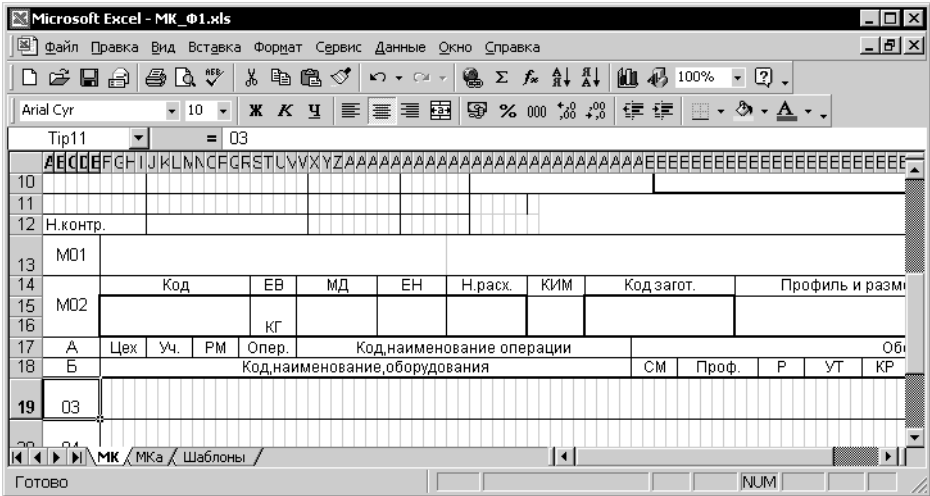

Рис. 3.62. Диапазон «Tip11»
- 3.7. Каждому полю, содержащему номер перехода, присвойте имя диапазона «Tip11» (рис. 3.62), «Tip12», «Tip13» и т.д.